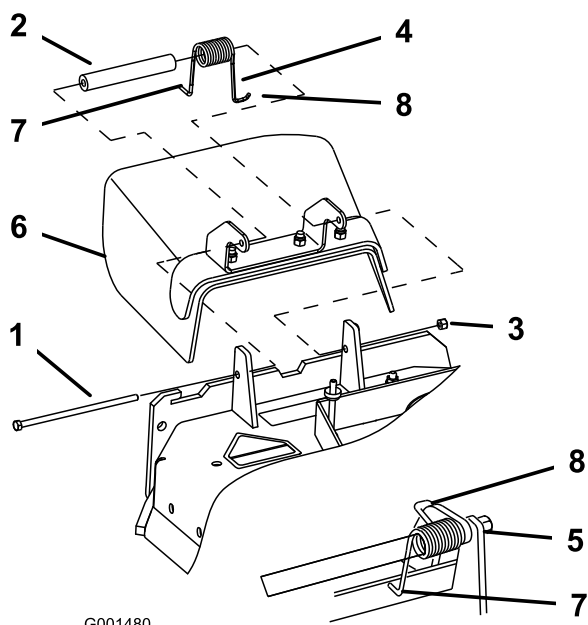

Figura 64
1. Retire la contratuerca, el perno, el muelle y el espaciador que sujetan el deflector a los soportes de pivote (Figura 64). Retire el deflector de hierba dañado o desgastado.
Nota: Asegúrese de colocar el extremo en **L** del muelle detrás del reborde de la plataforma antes de instalar el perno, según se muestra en la Figura 64.
- Instale el perno y la tuerca. Coloque el extremo en **J** del muelle alrededor del deflector de hierba (Figura 64).